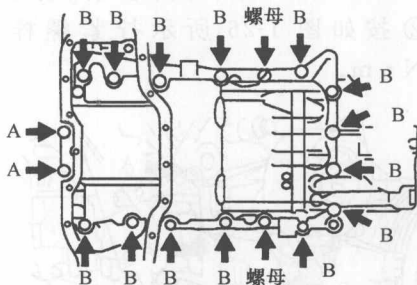
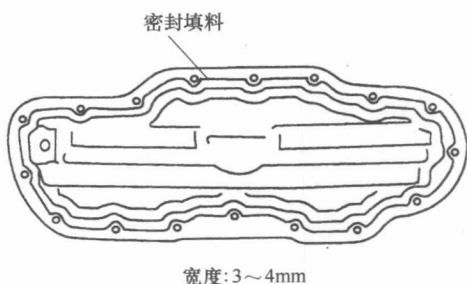

图 1-23 安装机油盘固定螺栓
图 1-24 在 2 号机油盘上滴密封填料
④ 用 16 个螺栓和 2 个螺母安装机油盘, 分几步均匀地拧紧螺栓和螺母, 如图 1-23 所示。拧紧力矩: 螺栓 A 为 $10\text{N} \cdot \text{m}$, 螺栓 B 为 $21\text{N} \cdot \text{m}$, 螺母为 $21\text{N} \cdot \text{m}$ 。
- (14) 安装 2 号机油盘。
① 除去旧密封填料。
② 如图 1-24 所示, 连续不断地滴密封填料。